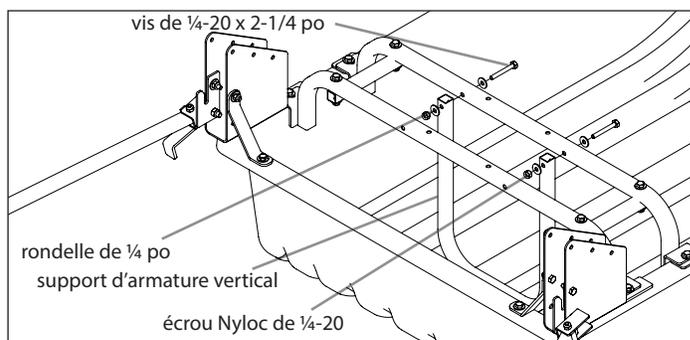

FIGURE 3
5. Attacher un (1) support d'armature vertical (11305) avec deux (2) vis de ¼-20 x 2 po, quatre (4) rondelles de ¼ po et deux (2) écrous Nyloc de ¼-20. **VOIR FIGURE 3**